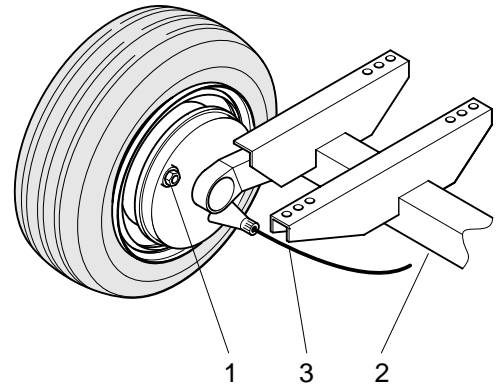

Fig. 5.5 Conjunto de la rueda
3. Mientras hace girar la rueda hacia adelante, gire la tuerca de ajuste de freno (Fig. 5.5, 1) en el sentido de las agujas del reloj hasta que la zapata de freno bloquee el tambor. Entonces suelte la tuerca haciendo girar nuevamente la rueda en la misma dirección, hasta que tambor gire libremente o con una ligera fricción. Repita esta operación con la otra rueda.